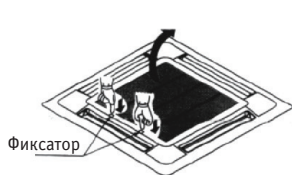

Рисунок 1
1. Нажмите на фиксаторы решетки, а затем потяните за один конец фиксатора. (См. рис. 1)